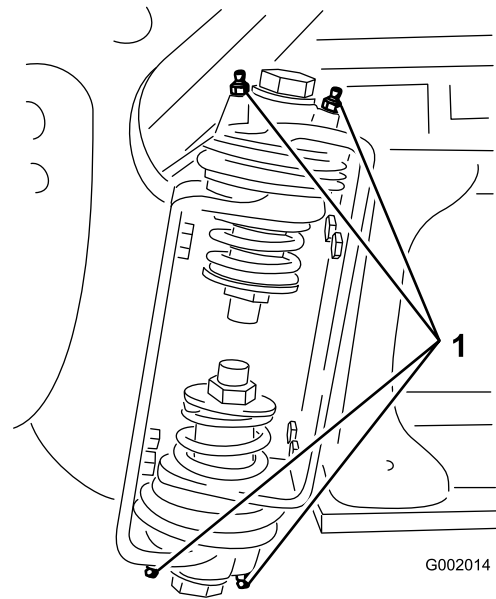

图 65
2. 将润滑脂通过黄油嘴打入到各个轴承或轴套中 (图 65)。